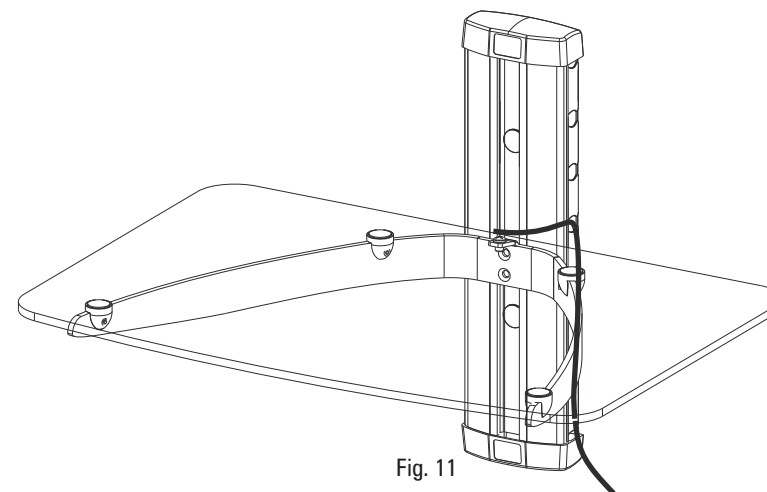

Fig. 11
2. Distribua os cabos conforme a necessidade e os tipos de cabos de acordo com o equipamento utilizado (Fig. 11).